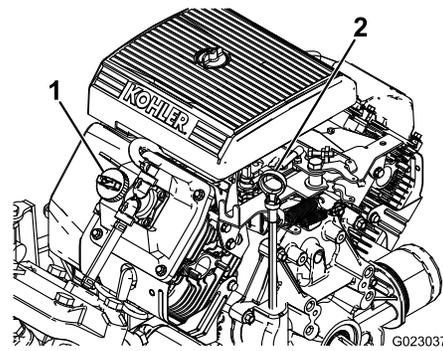

Figura 27
2. Togliete l'asta di livello ed asciugatela con un panno pulito (Figura 27). Inserite l'asta nel tubo e verificate che sia inserita a fondo. Rimuovete l'asta e controllate il livello dell'olio.
3. Se il livello dell'olio è basso, togliete il tappo di rifornimento dal coperchio della valvola (Figura 27) e versate dell'olio fino a portarne il livello al segno di pieno (Full) sull'asta. Versate l'olio lentamente, controllando spesso il livello durante questa operazione. Non riempite troppo.
8. Versate lentamente circa l'80% della quantità indicata d'olio nel bocchettone di rifornimento (Figura 27).